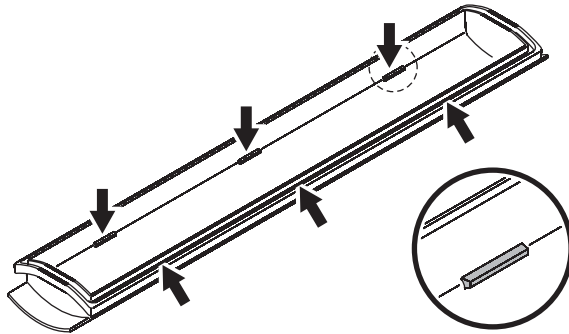

Figura 15: Protuberancias de fijación del difusor frontal
5. Observar la Figura 15. El filtro difusor queda situado en posición mediante unas protuberancias (marcadas con flechas) de la cubierta frontal. Desplazar el filtro fuera de sus protuberancias y extraerlo. Si se instala un nuevo difusor, asegurarse que queda perfectamente asentado bajo las protuberancias.